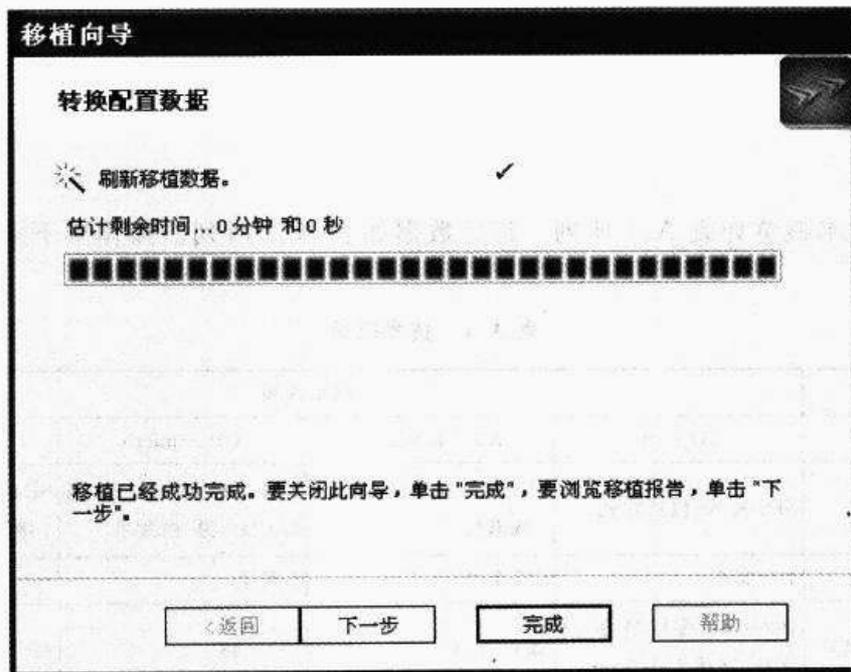

图 16-6 WinCC flexible 移植向导—数据转换完成
④ 移植完成后,向导提示已经成功完成移植。这时候,向导还会提示是否需要察看“移植报告”,如图 16-6 所示,一般情况下,原始移植文件内容会完全移植过来。单击“下一步”,可